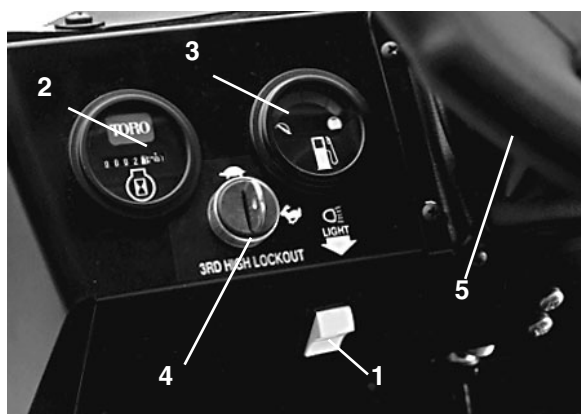

Figure 20
Compteur horaire (Fig. 20) – Indique le nombre total d'heures de fonctionnement de la machine. Il se déclenche chaque fois que la clé de contact est tournée à la position contact établi (ON).
Commutateur d'éclairage (Fig. 20) – Basculez le commutateur pour activer les phares. Appuyez dessus pour les allumer.
Commutateur de neutralisation de la 3ème en gamme haute (Fig. 20) – Déplacez le commutateur à la position lente et retirez la clé pour bloquer l'utilisation de la troisième dans la gamme haute. Le moteur est coupé si la troisième est sélectionnée lorsque la gamme haute est sélectionnée. La clé est insérée dents vers le bas. Poussez sur la clé pour la tourner. Vous pouvez retirer la clé dans n'importe quelle position.
Jauge de carburant (Fig. 20) – Indique la quantité de carburant dans le réservoir. Ne fonctionne que lorsque le commutateur d'allumage est en position contact établi (ON).
Volant (Fig. 20) – Pour faire tourner le véhicule. Si le moteur cale ou si la direction assistée ne fonctionne pas en raison d'une défaillance, la direction sera plus dure.